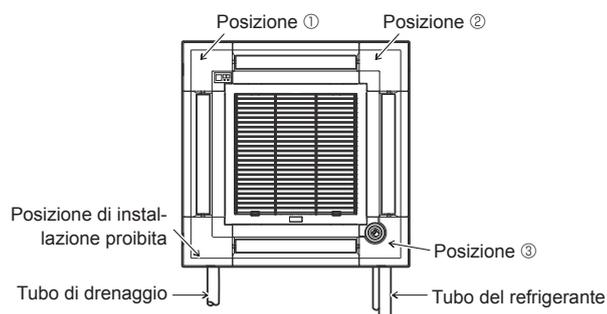

Fig. 9-11
Il pannello angolare del ricevitore di segnale non può essere installato sul lato del tubo di drenaggio per l'unità principale. (Fare riferimento alla Fig. 9-11)
- * Se la posizione dell'i-see sensor è stata cambiata dalla posizione predefinita (posizione 3) in un'altra, modificare le impostazioni della funzione. (Fare riferimento a pagina 102 e alla Fig. 9-11)
- Il pannello angolare i-see sensor non può essere installato sul lato del tubo di drenaggio per l'unità principale. (Fare riferimento alla Fig. 9-11)